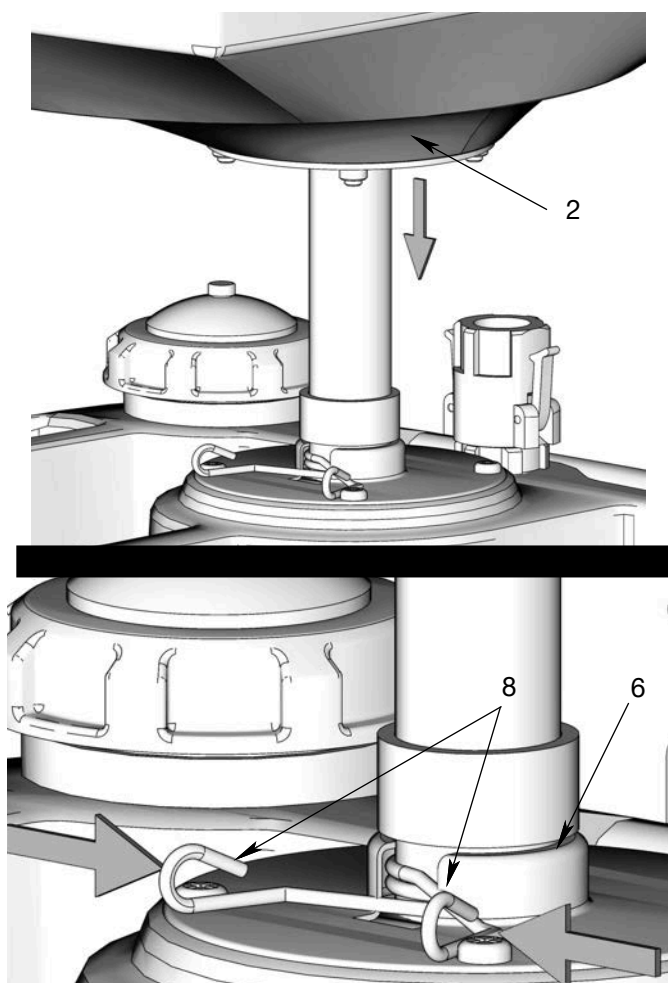

FIG. 4
**REMARQUE :** avant de régler la position de l'ensemble entonnoir (2), s'assurer qu'il n'est pas obstrué et que tous les fluides ont été vidangés à travers la crépine.
Lors de la compression du ressort de torsion (8), veiller à ne pas laisser tomber l'ensemble entonnoir (2). Cela pourrait entraîner l'écrasement de vos doigts ou de votre main entre l'ensemble entonnoir (2) et la butée (6). Toujours retenir l'entonnoir d'une main lorsque vous compressez le ressort de torsion (8) pour changer la position de l'ensemble entonnoir. Voir la FIG. 4.
1. Lorsque le récipient de collecte est à la bonne position pour la vidange, régler la hauteur de l'ensemble entonnoir (2).
2. Presser le ressort de torsion (8) avec une main pendant que vous utilisez votre autre main pour soulever ou abaisser l'ensemble entonnoir (2) à la position souhaitée.